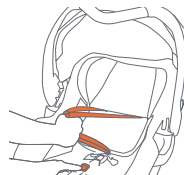

Fig. 33-1
- Desde el frente del asiento, tire de las correas del arnés hacia afuera por las ranuras del arnés en el respaldo ajustable y la almohadilla de la sillita (Fig. 33-1).